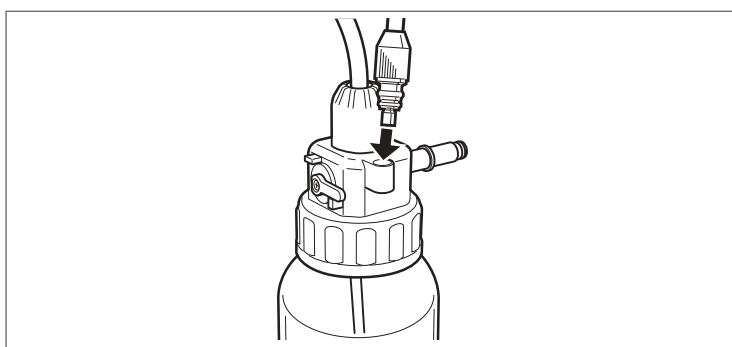

Figura 4.10
3. Conectorul pentru aer/apă trebuie introdus în suportul de pe capacul recipientului pentru apă atunci când ansamblul recipientului pentru apă (OS-H5) nu este conectat la videoprocesor și endoscop (Figura 4.10).